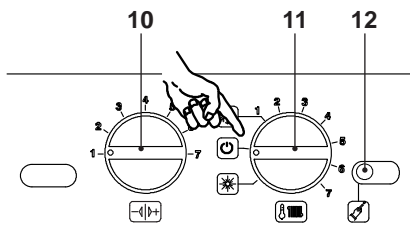

Figura 5.84
- Per uscire dalla programmazione posizionare il selettore di funzione / manopola regolazione temperatura 11 come indicato in Figura 5.84.